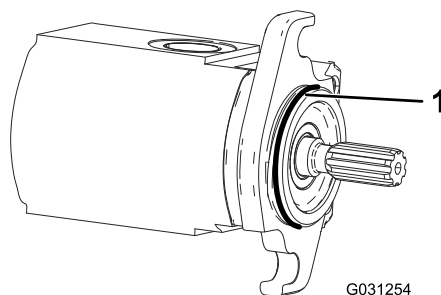

Рисунок 5
- Установите уплотнительное кольцо на двигатель барабана (Рисунок 5).